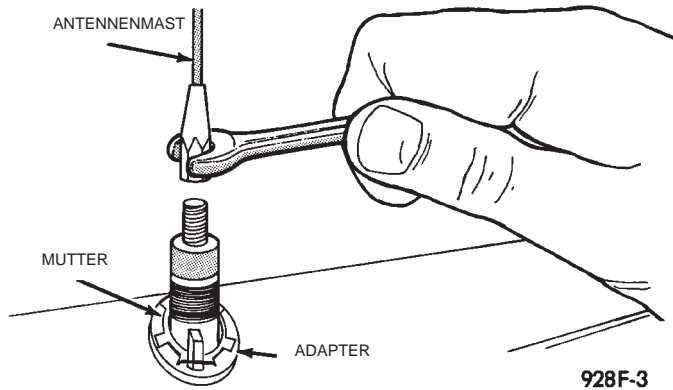

Abb. 17 Antennenmast aus- und einbauen - Typisch
- (1) Batterie-Minuskabel abklemmen und elektrisch isolieren.
- (2) Den rechten vorderen Innenkotflügel abbauen. Näheres hierzu siehe Kapitel 23, "Karosserie".
- (3) Antennenmast vom Antennengehäuse abschrauben (Abb. 17).